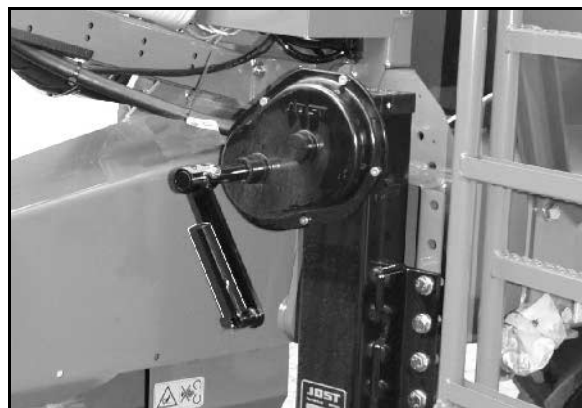
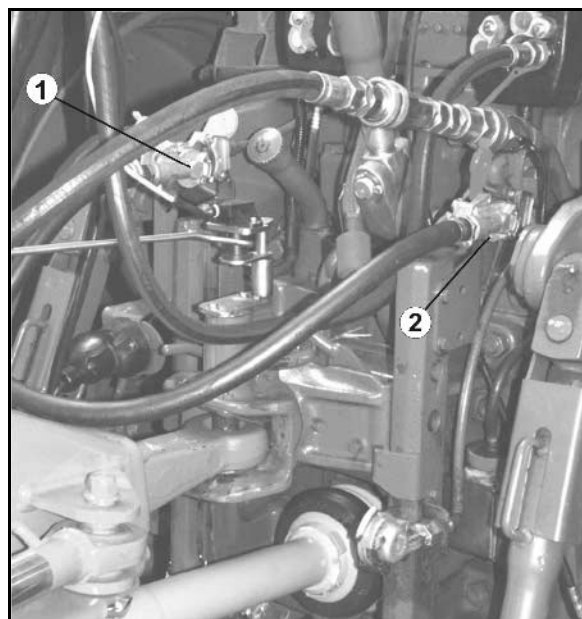

Fig. 38
Fig. 39
Efter manövrering ska veven fällas ihop enligt Fig. 38!
10. Lossa parkeringsbromsen (Fig. 38/1) och/eller stoppklossarna (Fig. 39/1).